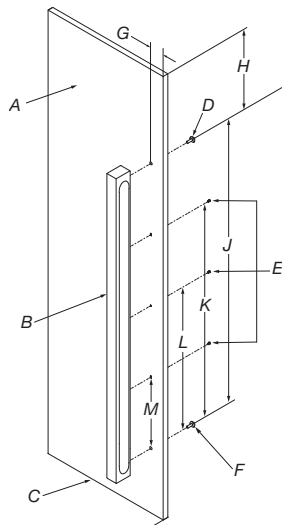

Figura 1 - Puerta del refrigerador/congelador
- Para conocer la ubicación de los orificios y los requisitos de espaciado del montaje de la manija NOIR™, consulte la Figura 1.
NOTA: La Figura 1 representa un panel de congelador de puertas lado a lado (izquierda), un panel de refrigerador de puerta francesa (izquierda), un panel de refrigerador de apertura a la izquierda con montaje inferior y un panel de congelador/refrigerador de columna. Contraonga el patrón de orificios en el panel de la puerta opuesta, en caso de ser necesario.
1. Marque la ubicación de los orificios como se indica en la Figura 1.